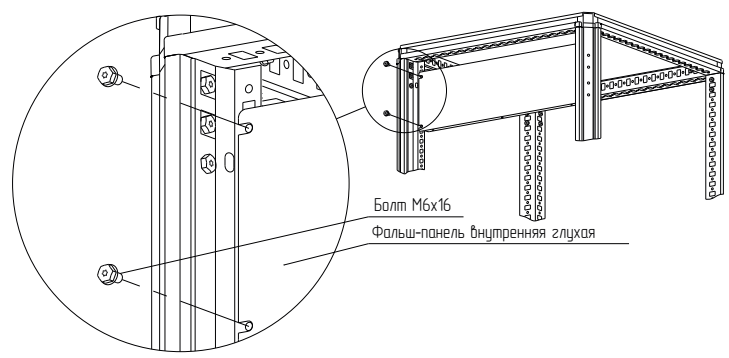

Рисунок 22
– вариант 1. Болтами М6х16 (рисунок 22). Момент затяжки – 7 Н·м. Болты приобрести отдельно;